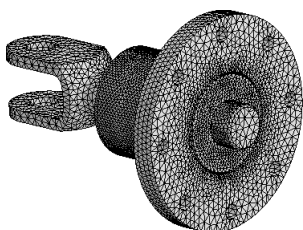

图 7.10.6 网格划分结果
(1) 局部控制一。单击“Mesh”工具栏中的  Mesh Control 按钮,在下拉列表中选择 **Contact Sizing** 选项,弹出“Details of ‘Contact Sizing’ - Contact Sizing”对话框;在对话框中的 **Contact Region** 下拉列表中选择 **Rough - SHAFT-BUSH TO CONNECTOR-SHAFT** 选项,在 **Element Size** 文本框中输入数值 3.0,完成局部控制参数定义。
(2) 局部控制二。再次单击“Mesh”工具栏中的  Mesh Control 按钮,在其下拉列表中选择 **Contact Sizing** 选项,在“Details of ‘Contact Sizing’ -- Contact Sizing”对话框的 **Contact Region** 下拉列表中选择 **Rough - SHAFT-BUSH TO OUT-BUSH** 选项,在 **Element Size** 文本框中输入数值 3.0,完成局部控制参数定义。
(3) 单击“Mesh”工具栏中的  Update 按钮,网格划分结果如图 7.10.6 所示。